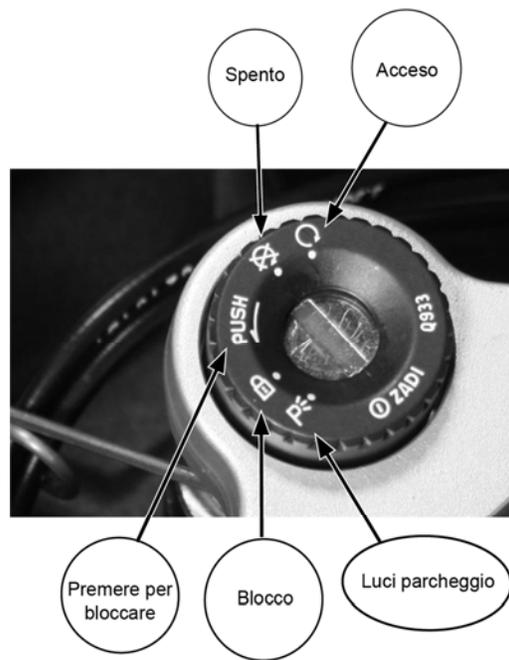

Figura 5. Commutatore di accensione.
1. Vedere la figura 5. Ruotare la chiave in senso orario fino alla posizione ACCESO.
- Vedere la figura 5. Ruotare la chiave in senso antiorario fino alla posizione SPENTO per spegnere la motocicletta.
Vedere la figura 5. Quando l'interruttore di accensione è in posizione di PARCHEGGIO, le luci di marcia, i fanali posteriori e il quadro strumenti sono illuminati. Gli indicatori di direzione anteriori e posteriori possono essere attivati.
2. Vedere la figura 5. Ruotare il commutatore a chiave di accensione/fanale in senso antiorario fino alla posizione SPENTO per togliere tensione alla motocicletta.